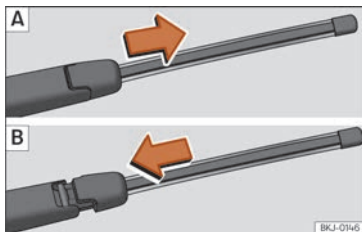

Abb. 82 Heckwischerblatt abnehmen und einsetzen.
- » » **Abb. 82 A** ab.
- » » **Abb. 82 B** gezeigt und schieben Sie den Adapter, bis er einrastet.